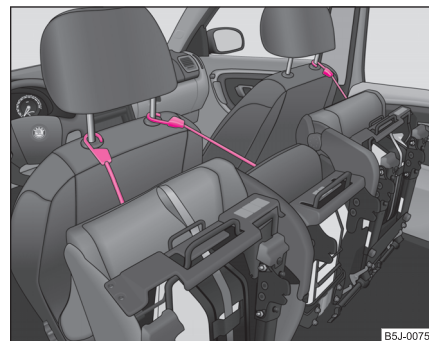

Fig. 54 Asegurar los asientos abatidos
- Asegurar el asiento abatido con ayuda del cinturón de fijación en una barra guía del reposacabezas del asiento delantero ⇒ fig. 54.